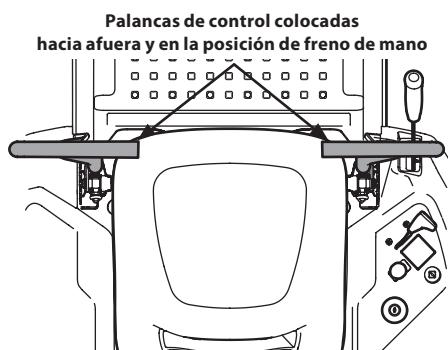

Figura 26
1. El operador debe estar sentado en el asiento del tractor con las palancas de control de la transmisión completamente hacia afuera en la posición de estacionamiento. Consulte la Figura 26. Consulte la sección Funcionamiento de Práctica para obtener más instrucciones.